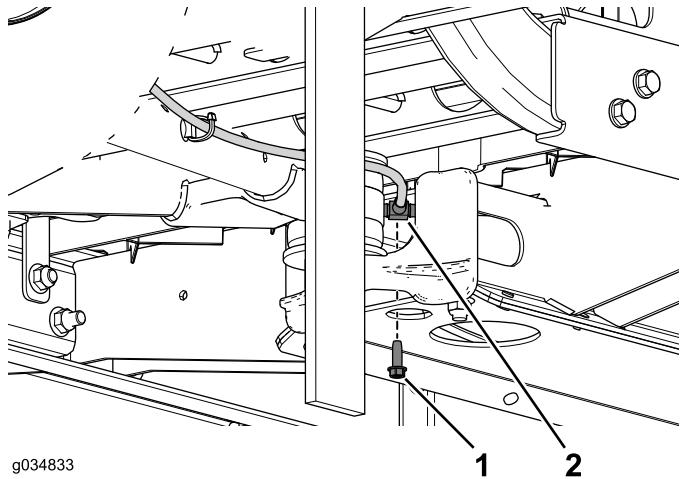

図 67
6. T字フィッティングをセンターチャネルに固定しているタッピングねじを取り外す図 67。